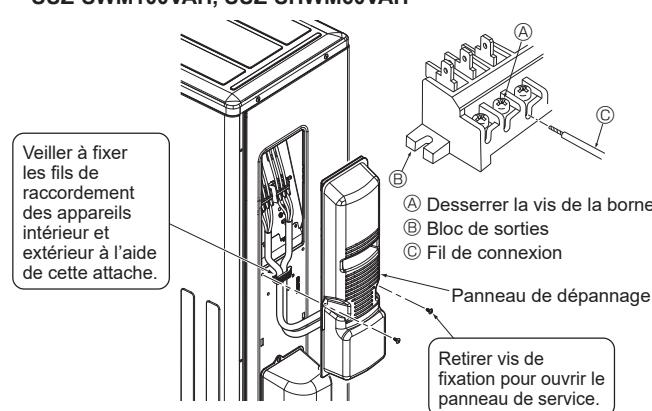

Fig. 6-2
6.1. Appareil extérieur (Fig. 6-1, Fig. 6-2, Fig. 6-3)
- ① Déposer le panneau de service.
- ② Raccorder les câbles conformément aux Fig. 6-1, Fig. 6-2 et Fig. 6-3.
- Effectuer le câblage selon le diagramme en bas et à gauche. (Se procurer le câble localement) (Fig. 6-2)